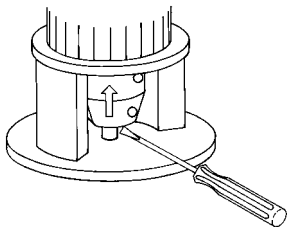

图 14 抬起联轴器和水泵轴
3. 用螺丝起子或者类似工具尽可能地抬起联轴器和水泵轴（朝电机方向），使水泵轴和电机轴互相接触。参见图 14。